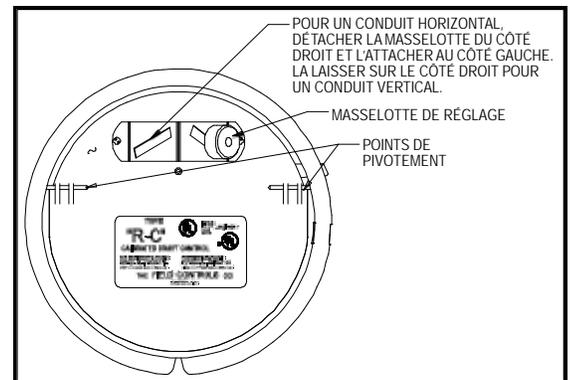

Figure 12
**TUYAU DE FUMÉE VERTICAL :** Le régulateur de tirage est fourni pour une pose sur un tuyau de fumée vertical. La masselotte de réglage doit être dans la rainure de droite lorsqu'on fait face au régulateur (voir Figure 12).
**TUYAU DE FUMÉE HORIZONTAL :** Pour les tuyaux horizontaux, détacher la masselotte de la rainure de droite et l'attacher dans la rainure de gauche, comme sur la Figure 12.